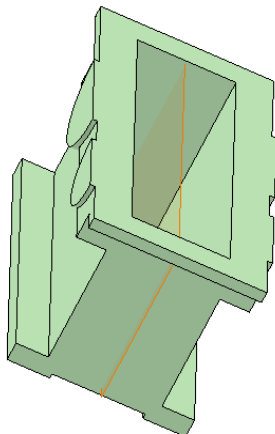
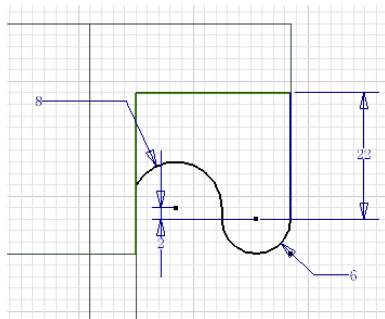

图 9-24 镜像特征到另外一侧
图 9-35 绘制拉伸吊钩草图
⑦单击【模型】标签栏【阵列】面板上的【镜像】工具按钮，打开【镜像】对话框，选择两个半圆凸台作为镜像特征，以刚创建的工作平面作为镜像平面，在【创建方法】选项中选择【完全相同】项，单击【确定】按钮完成特征的镜像，此时两个圆台被复制到零件的另一侧，如图 9-24 所示。
当利用【加强筋】工具或者拉伸的方法创建了一侧的加强筋以后，可以将同侧的两个加强筋通过镜像复制到另外一侧去。单击【模型】标签栏【阵列】面板上的【镜像】工具按钮，打开【镜像】对话框，选择两个加强筋作为镜像特征，选择图 9-24 中所示的工作平面作为镜像平面，在【创建方法】框中选择【完全相同】选项，则加强筋被复制到零件的另外一侧。
①在图 9-24 所示的工作平面上新建草图，单击【草图】标签栏【绘图】面板的【直线】工具按钮和【三点圆弧】，绘制如图 9-35 所示的图形并选择【通用尺寸】工具进行尺寸标注，然后对尺寸值进行修改。